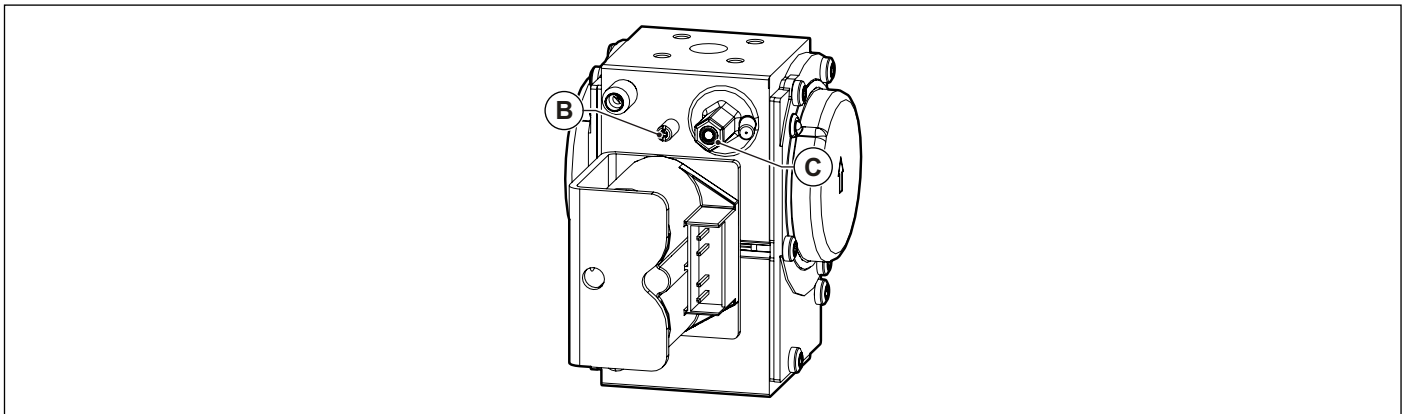
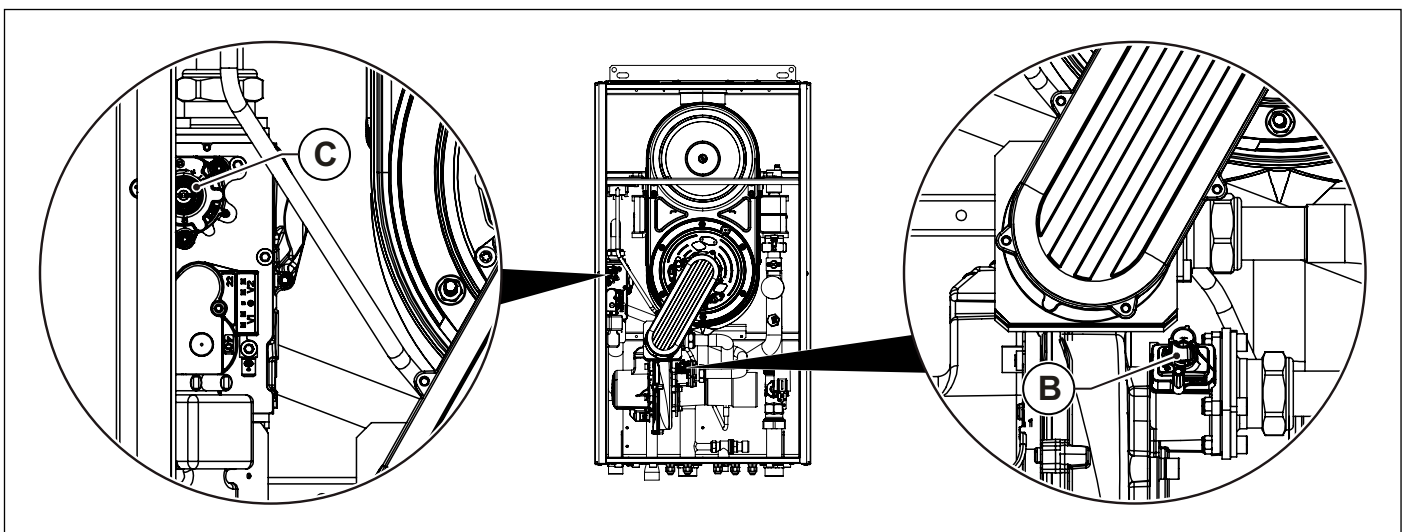

Fig. 44 Regulación valor anhídrido carbónico KR 85 - KR 120
Fig. 45 Regulación valor anhídrido carbónico KR 150
- Regular el valor del anhídrido carbónico (CO₂) en los humos girando el regulador de relación **B** (ver Fig. 44 Regulación valor anhídrido carbónico KR 85 - KR 120 y Fig. 45 Regulación valor anhídrido carbónico KR 150) y asegurarse de que no supere los límites de la Tab. 1 Datos de calibrado KR 85 y de la Tab. 2 Datos de calibrado KR 120 y de la Tab. 3 Datos de calibrado KR 150.
- Regular el valor del anhídrido carbónico (CO₂) en los humos girando el regulador de offset **C** (ver Fig. 44 Regulación valor anhídrido carbónico KR 85 - KR 120 y Fig. 45 Regulación valor anhídrido carbónico KR 150) y asegurarse de que no supere los límites de la Tab. 1 Datos de calibrado KR 85 y de la Tab. 2 Datos de calibrado KR 120 y de la Tab. 3 Datos de calibrado KR 150.